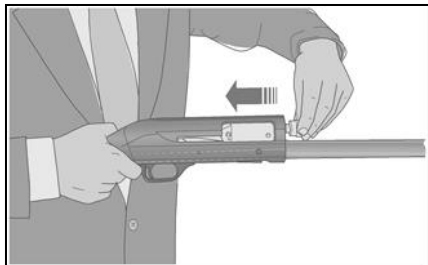

Рис. 30
- после чистки и смазки затвора, вставьте затворную группу обратно внутрь ствольной коробки (рис. 30).